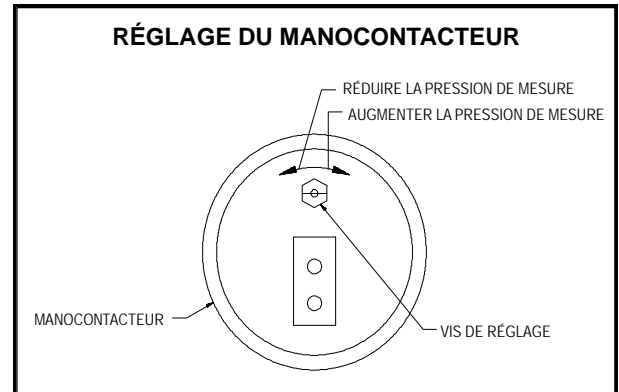

Figure 19
1. Le manométrique doit être monté en position verticale pour conserver une sensibilité maximale et éloigné de toute source de chaleur (voir Figure 19).
En suivant les instructions du fabricant de l'appareil, allumer l'appareil et, une fois que l'appareil a fonctionné pendant une durée suffisante pour établir une combustion stable, ajuster la sensibilité du manométrique en tournant sa vis de réglage dans le sens des aiguilles d'une montre (voir Figure 19) jusqu'à ce que l'alimentation du brûleur s'arrête. Tourner ensuite la vis de réglage dans le sens inverse jusqu'à ce que l'alimentation du brûleur se remette en marche. Tourner la vis de réglage de 1/4 à 3/4 de tour supplémentaire dans le sens inverse des aiguilles d'une montre pour assurer un réglage correct du contacteur. Voir page 8.